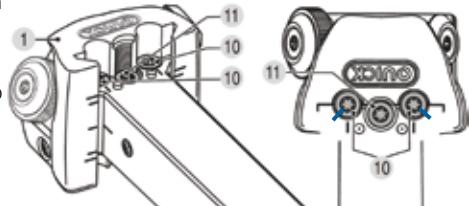

Fig. 3: Bloccaggio della testa portautensile
A tale scopo allentare i bulloni eccentrici (fig. 3, pos. 10) verso l'interno e regolare la testa dell'utensile mediante il mandrino (fig. 3, pos. 11).
Dopo aver regolato l'altezza della cresta, serrare i bulloni eccentrici (fig. 3, pos. 10) verso l'esterno (fig. 3, marcature blu).